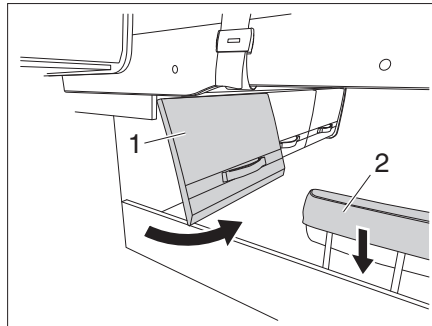

Fig. 154 Trampilla del compartimento y reposacabezas
- Abrir la trampilla del compartimento (Fig. 154,1).
- Bajar el reposacabezas (Fig. 154,2).